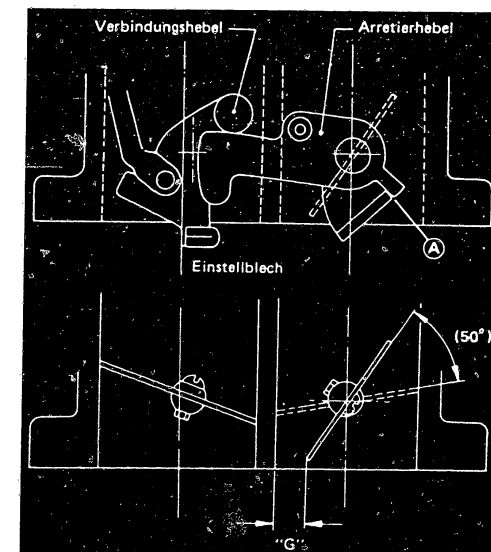

Bild 16 Kontrolle des Öffnungshebels der 2. Stufe (A).
b) Die Drosselklappe der 2. Stufe wird mechanisch geöffnet. Zur Kontrolle wird der Drosselklappen-Öffnungswinkel (1. Stufe) beim Berühren des Öffnungshebels gemessen (Bild 16).